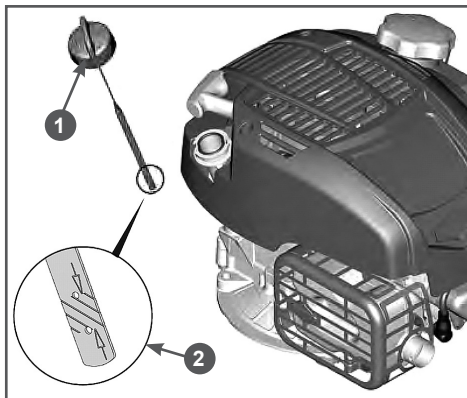

Рис. 11 Проверка уровня масла
2. Поверните крышку-щуп 1 маслозаливной горловины против часовой стрелки на 90 градусов (смотреть сверху) и извлеките щуп (Рис. 11).
5. Аккуратно вытащите щуп и осмотрите его. Уровень масла должен соответствовать верхней отметке на щупе (Рис. 11 п. 2).
4. Аккуратно извлеките щуп и осмотрите его. Уровень масла должен соответствовать верхней отметке на щупе (Рис. 11 п. 2).
При недостаточном уровне масла в картере необходимо долить чистое масло до верхней отметки на щупе (Рис. 11 п. 2).